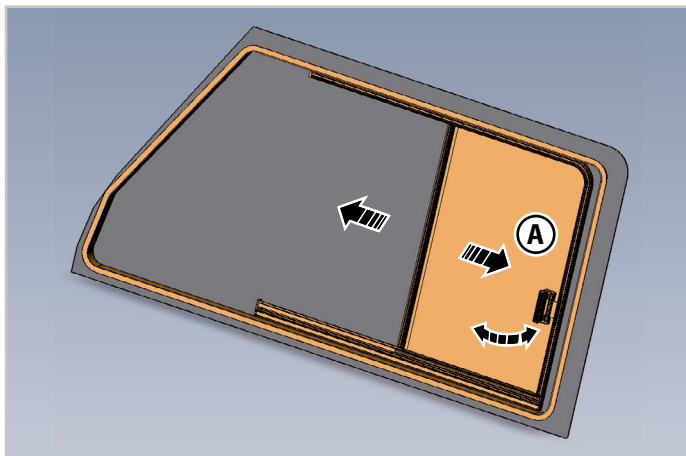

Fig.3.2 - Janela de correr do lado do passageiro
1. Pressionar o gancho da pega traseira (**A** - Fig.3.2) , soltando-a do fecho de retenção para desbloquear a janela.
2. Puxar a pega (**A** - Fig.3.2) levando a janela para a frente até à posição pretendida.
1. Puxar a pega (**A** - Fig.3.2) movendo a janela de volta para a posição fechada até que a pega esteja completamente engatada no fecho de retenção.